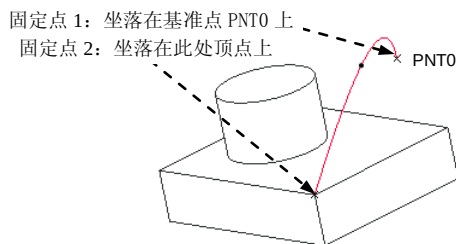

图 8.2.31 查看 ISDX 曲线上的固定点
Step4. 查看 ISDX 曲线上的固定点: 如图 8.2.31 所示, ISDX 曲线上有两个固定点, 它们的显示样式均为小叉 (×)。